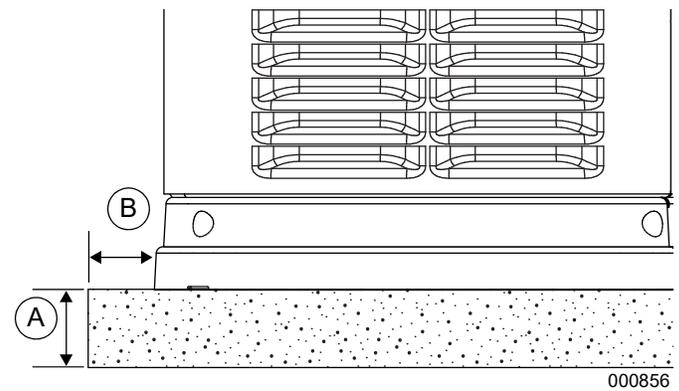

Figura 3-4. Gravilla o piedra triturada
Consulte la Figura 3-4. Prepare un área rectangular de aproximadamente 127 mm (5 pulg.) de ancho (A) y de aproximadamente 76.2 mm (3 pulg.) de largo y con mayor amplitud (B) que el espacio ocupado por el generador en ambos lados cuando utilice gravilla o piedra triturada.